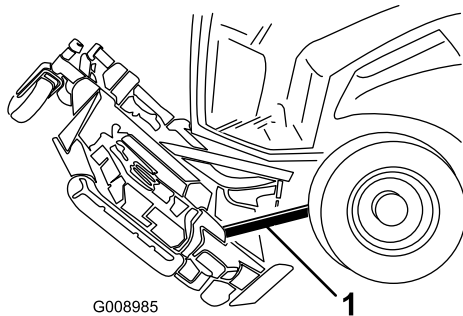

Figure 92
6. Placez une cale entre l'arrière du tablier et la machine (Figure 92).